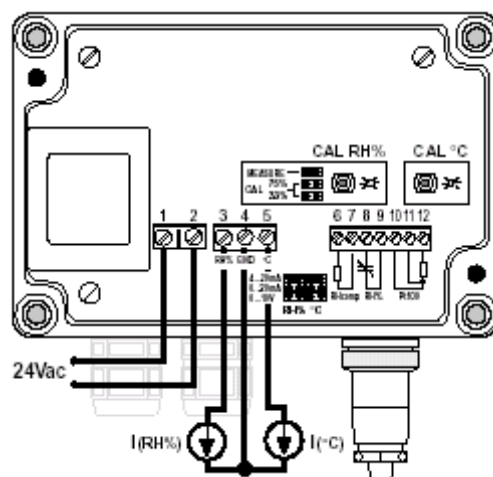

Fig. 4 Esquema de conexión para calibración del HD 2008T
y fig. 4 (HD 2008T...);
- Conectar la sección temperatura de **HD 2012T...** como se indica en la Fig.4; programar el dispositivo de calibrado Pt100 a la temperatura correspondiente a 4mA. Por ejemplo, supongamos que queremos programar un rango entre -10...+120°C: el dispositivo de calibrado se programará a -10°C: el valor de resistencia equivalente será 96.09Ω; si el calibrado se efectúa con una resistencia fija, se colocará una resistencia fija con valor equivalente a 96.09Ω entre los terminales 11 y 12, con los terminales 10 y 11 en cortocircuito.